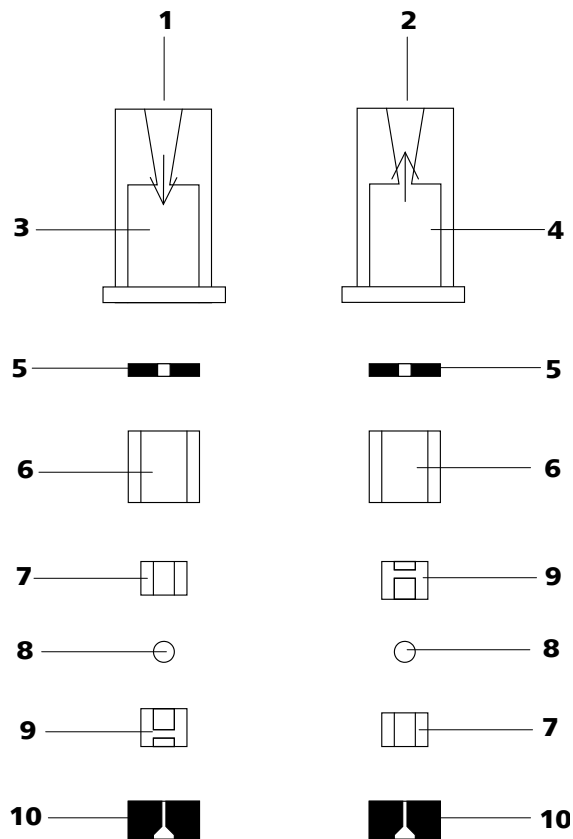

Abbildung 35 Bestandteile von Einlassventil und Auslassventil
- Einlassventil und Auslassventil bestehen aus den gleichen Bestandteilen, die nur unterschiedlich angeordnet sind (siehe Abbildung 35, Seite 72).
Ventilbestandteile *gemäss* Abbildung 35, Seite 72 wieder zusammensetzen.
- Die übrigen Ventilbestandteile in der richtigen Reihenfolge (*siehe Abbildung 35, Seite 72*) aufeinander legen.
Ist dies nicht der Fall, muss das Ventil nochmals zerlegt und richtig zusammengesetzt werden (*siehe Abbildung 35, Seite 72*).